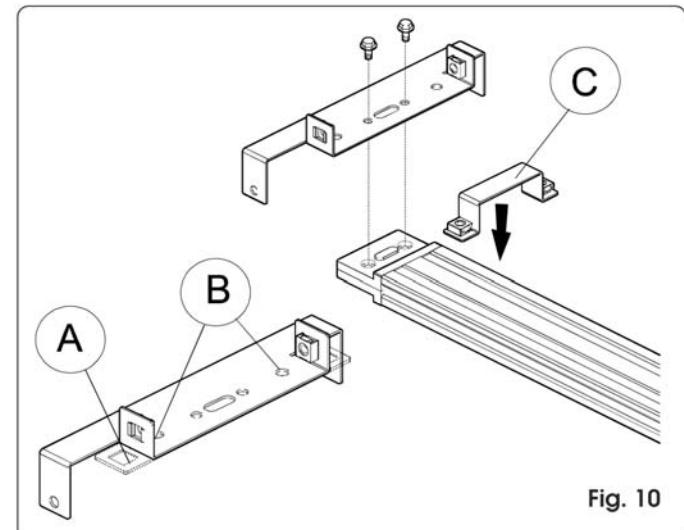
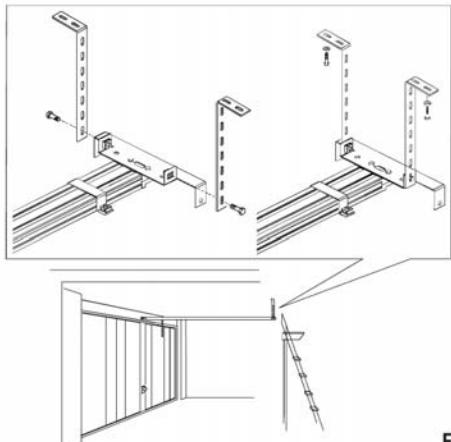

Fig. 10
Fig. 15
Monter l'attache arrière dans le logement prévu à cet effet sur le groupe d'embrayage de la traction (fig. 10). Si l'opérateur doit être directement installé au plafond, couper ou replier les équerres de fixation (fig. 10 réf. A) et retirer, dans ce cas, l'écrou en cage. Fixer en utilisant les trous prévus à cet effet (fig. 10 réf. B). Préparer une cale d'environ 5 mm d'épaisseur à placer entre l'attache arrière et le plafond.
- 11) Monter les pattes sur l'attache arrière et repositionner le rail (fig. 15).
- 12) Marquer les points de fixation au plafond et percer (en veillant à protéger le rail), puis poser l'équerre de fixation avant de l'opérateur (fig. 10 réf. C et fig. 15) et terminer l'installation du rail.